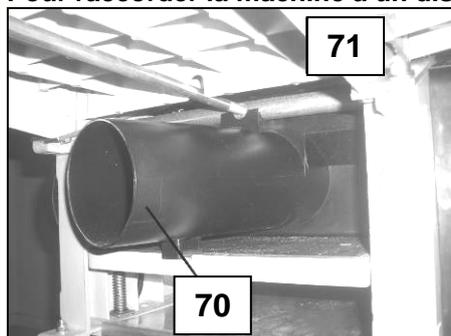
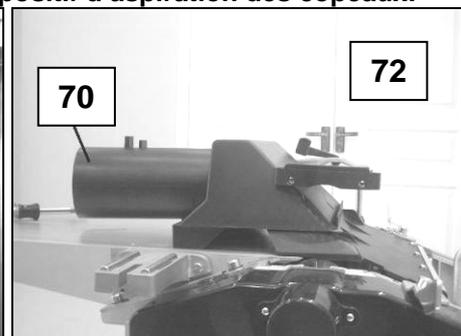

Fig 50
Fig 51
- La machine est équipée d'un collecteur de copeaux et poussières (70) avec un diamètre d'extraction de 100mm.
- Ce collecteur est amovible et doit être utilisé lors des 2 opérations de dégauchissage (71) (Fig 50) et de rabotage (72) (Fig 51).